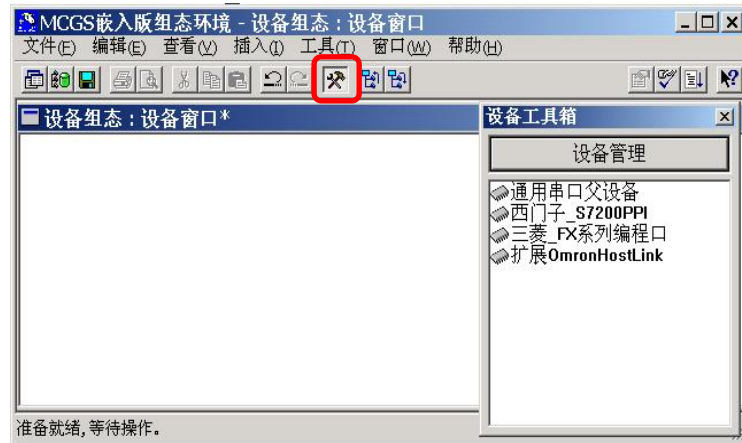

图 1
1、在工作台中激活设备窗口，鼠标双击  进入设备组态画面，点击工具条中的  打开“设备工具箱”，如图 1。